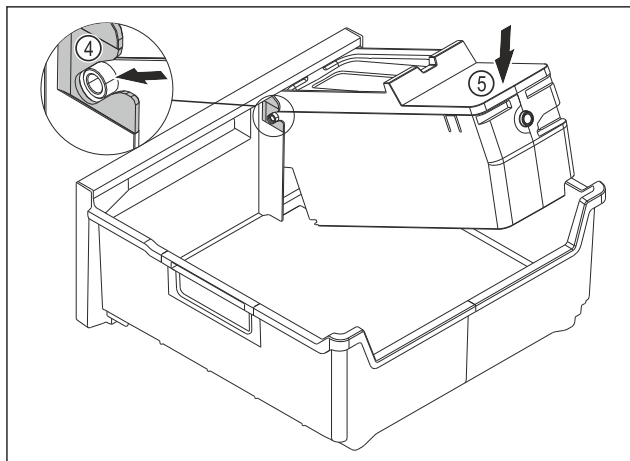

Fig. 82
- Monter le corps de l'EasyTwist-Ice : Insérer les axes du corps de l'EasyTwist-Ice dans les guides Fig. 82 (4).
- Appuyer l'arrière du corps de l'EasyTwist-Ice Fig. 82 (5) vers le bas.